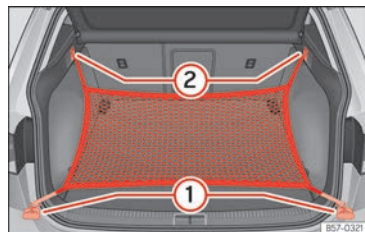

Abb. 176 Im Gepäckraum: Ösen ① und Haken ② zum Einhängen des Gepäckraumnetzes.
- Hängen Sie die kurzen Haken des Netzes in die Verzurrösen ein » (Abb. 176) ① » ⚠. Der Reißverschluss des Gepäckraumnetzes muss dabei nach oben zeigen.
- Befestigen Sie die Spanngurte in den Taschenhaken ②.